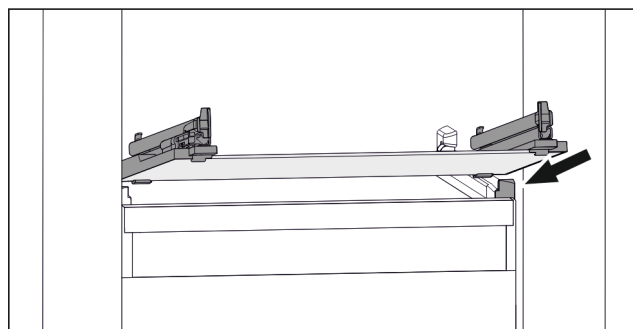

Fig. 98 Príklad zobrazenia sklenenej dosky
- ▶ Nasadte sklenenú dosku šikmo za záložkami. (pozri Fig. 98)